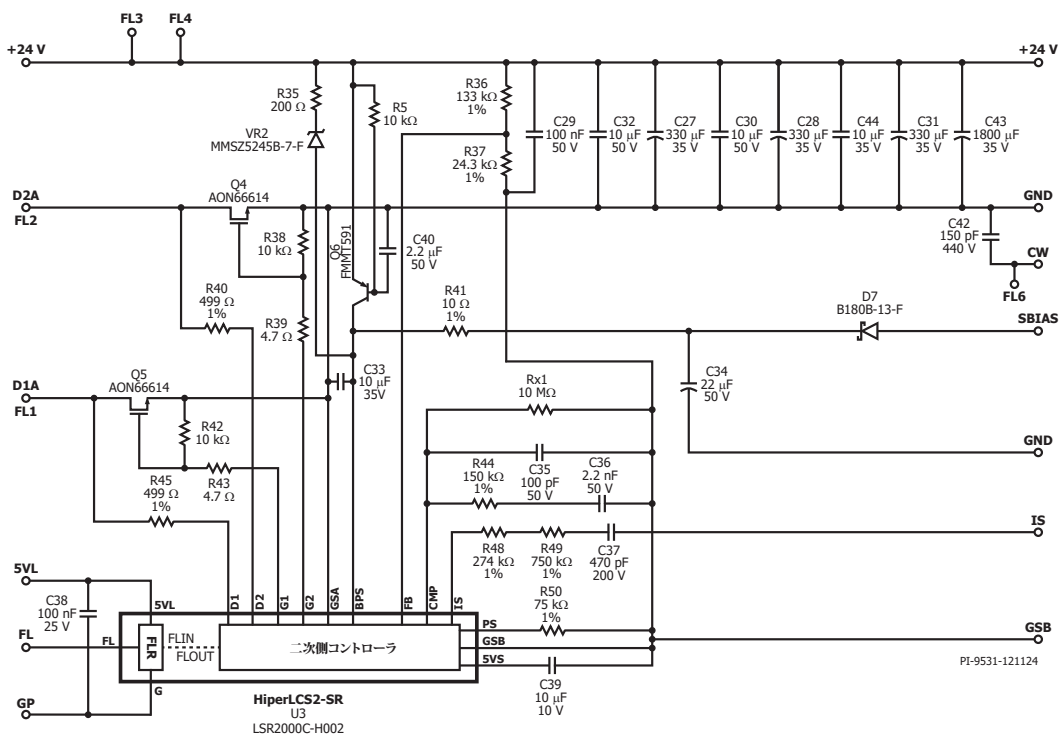

図 15. HiperLCS-2 絶縁および二次側 LSR2000C 220 W, 24 V。
このセクションでは、図 15 の二次側回路図について説明します。HiperLCS2-SR (U3) には、絶縁された一次側ピンがあります。5VL ピンは、LCS2-HB から 5VL の電圧を受け取ります。GP ピンは、一次側の小信号グラウンド (GP) に接続します。コンデンサ C38 は、U3 の 5VL と GP ピンのローカル デカップリングを行います。FL ピンは、一次側 HiperLCS2-HB に FluxLink 信号を提供します。